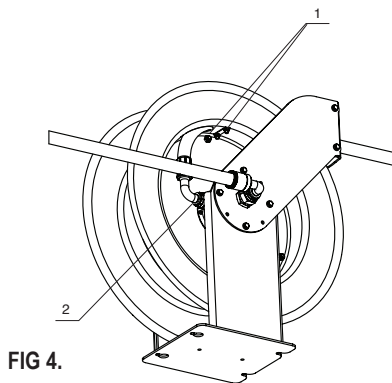

FIG 4.
2. Remove the U-bolt by loosening it nuts (1) and disconnect the hose from the swivel (2 fig 4).
2. Ta bort u-bulten genom att lossa muttrarna (1) och ta loss slangens från sviveln (2 fig 4).